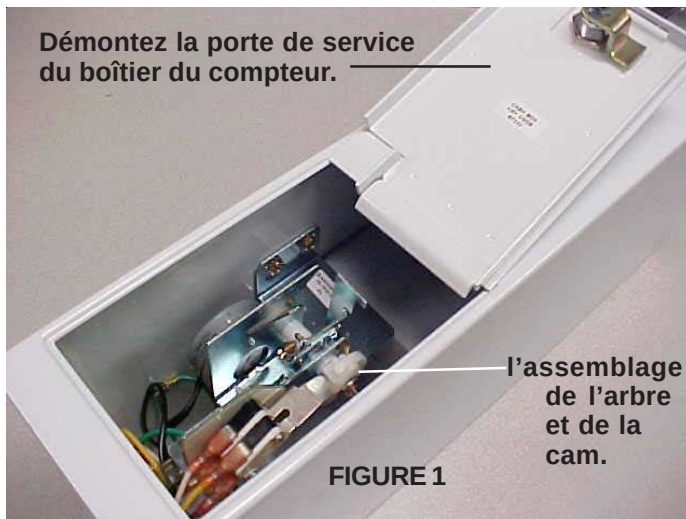

FIGURE 1
Démontez le mécanisme de glissière du boîtier du compteur (Voir Figure 1)
- Démontez la porte de service du boîtier du compteur. (Fig. 1)